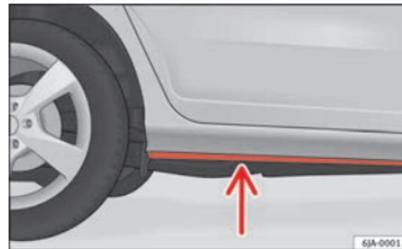

Fig. 113 Vadeando
- Determine la profundidad del agua antes de entrar. El agua puede alcanzar, como máximo, hasta por debajo del larguero inferior del vehículo ⇒ fig. 113;